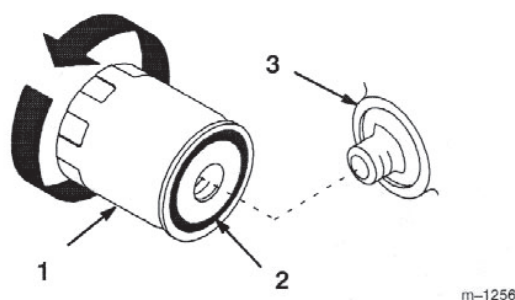

図 47
2. オイル・フィルタを外し、フィルタ・アダプタ (図47) のガスケットの表面をきれいに拭く。
4. 新しいフィルタのガスケットにオイルを薄く塗る (図47)。
5. アダプタに新しいフィルタを取り付ける。ガスケットがアダプタに当たるまで手でねじ込み、そこから更に 1/2 回転増し締めする (図47)。